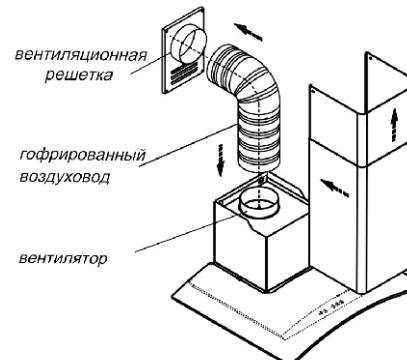
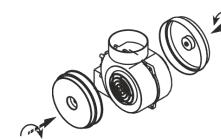

рис. 9
рис. 10
6.4 В зависимости от режима эксплуатации кухонной вытяжки соедините вентилятор с вентиляционной решеткой полужестким гофрированным воздуховодом (рис. 9) или установите на вентилятор угольные фильтры*. Угольные фильтры устанавливаются на защитные решетки корпуса вентилятора (рис. 10, 10A).
- будьте осторожны при установке фальштруб (рис. 9), не повредите поверхности из нержавеющей стали. Их легко поцарапать.